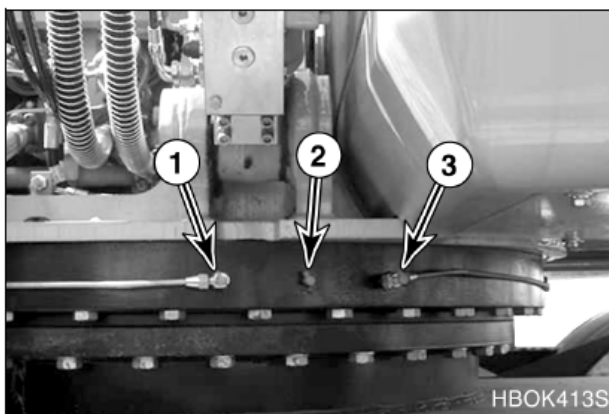

Рис. 37
1. Подшипник поворота снабжен тремя масленками (1, 2 и 3, рис. 37). Следует исключить чрезмерное смазывание. Следует выдавить старую смазку новой. Удалить всю извлеченную смазку.